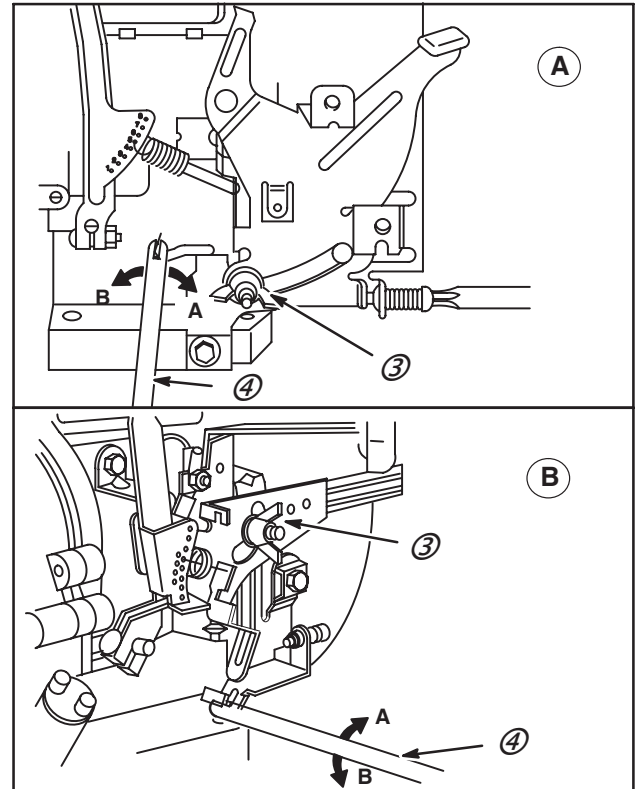

Fig. 25
Pour les régimes fixes, placer la commande de gaz en position de régime maximum et serrer l'écrou à oreilles (3) pour immobiliser le levier, Fig. 25.
Pour l'usage avec une commande à distance, desserrer l'écrou à oreilles (3) jusqu'à ce qu'il chute par son propre poids au ralenti, Fig. 25.